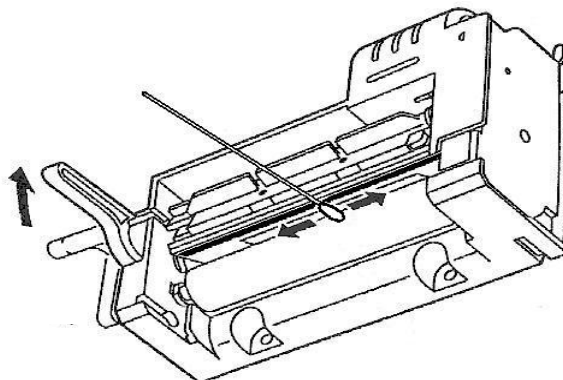

Рисунок 9.1 - Чистка термоголовки
- бязевым тампоном, намотанным на деревянную палочку (спичку), смоченным этиловым или изопропиловым спиртом, протереть термоголовку (см. рисунок 9.1). Дать просохнуть термоголовке в течение нескольких минут.